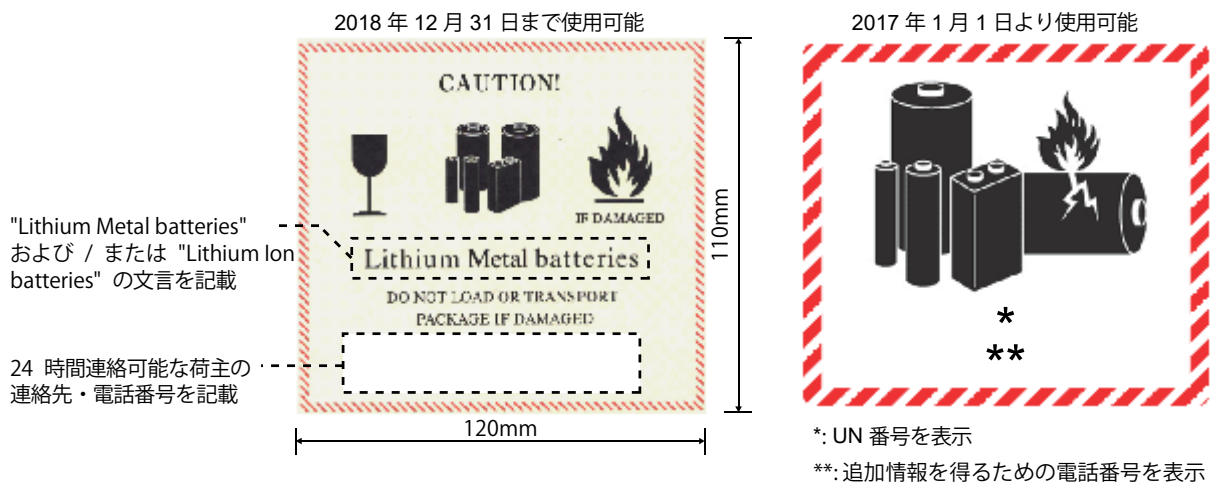

図1 電池のイラスト入りラベル例
- ・ オーバーパックする場合にも、電池のイラスト入り取扱ラベル(図1参照)が必要です。